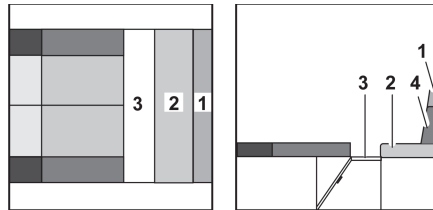
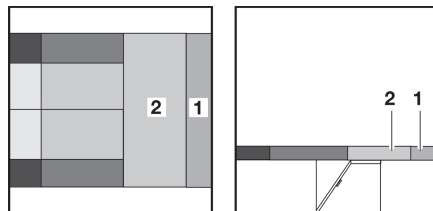

Fig. 126 Pendant la transformation
Fig. 127 Après la transformation
- Sortir le sommier à lattes (Fig. 126,3).
- Tirer le coussin d'assise (Fig. 127,2) vers la dînette centrale.
- Retirer le coussin supplémentaire (Fig. 127,1) du coussin de dossier (Fig. 126,4). Le coussin supplémentaire est fixé sur le coussin de dossier avec une bande velcro et peut être séparé facilement.